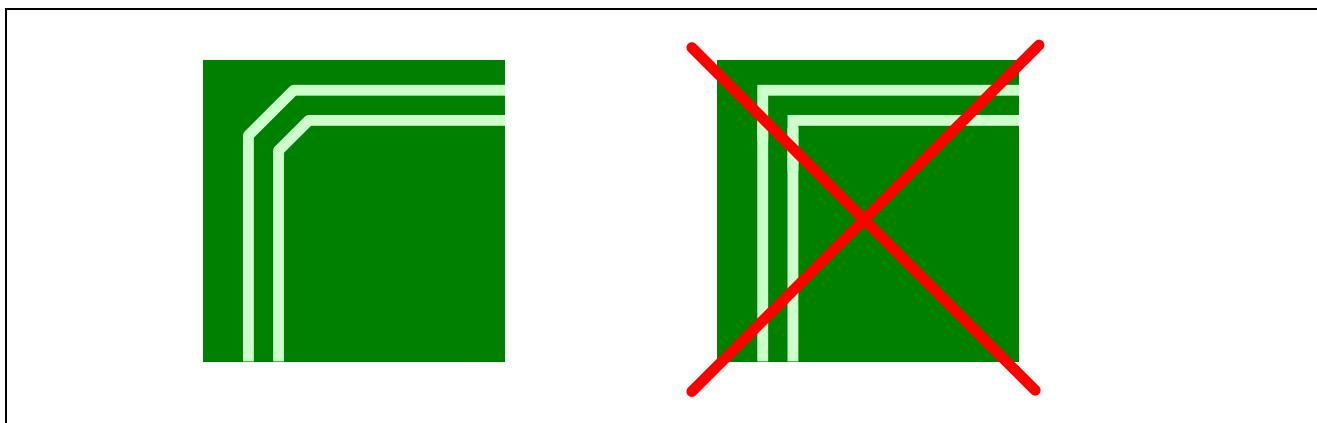

図6.7 差動信号伝送路の配線例（2）
- 配線を曲げる際には 135 度より大きい角度にしてください。 (図6.7 差動信号伝送路の配線例 (2))